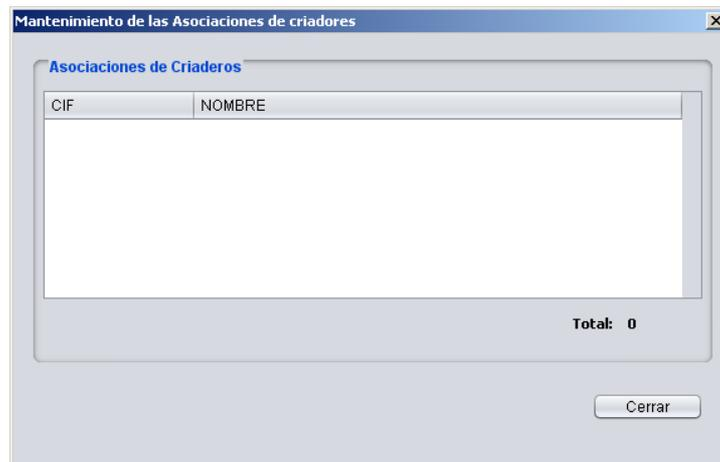

Fig. 143
*asociaciones de criadores*” se encuentra el listado de asociaciones de criaderos (Fig. 143).